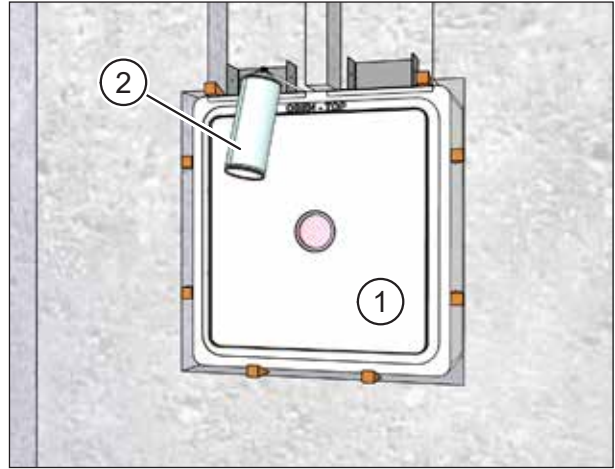

Abb. 21: Hohlräume um den Mauerkasten einschäumen
- ▶ Kontrollieren Sie, dass der Putzschutzdeckel (Pos. 1 in Abb. 21) vor dem Einschäumen eingesetzt ist.
- ▶ Füllen Sie die Hohlräume zwischen Mauerkasten und Mauerdurchbruch umlaufend und durchgängig mit Montageschaum (Pos. 2 in Abb. 21) oder mit anderen geeigneten Verfüllmaterialien.